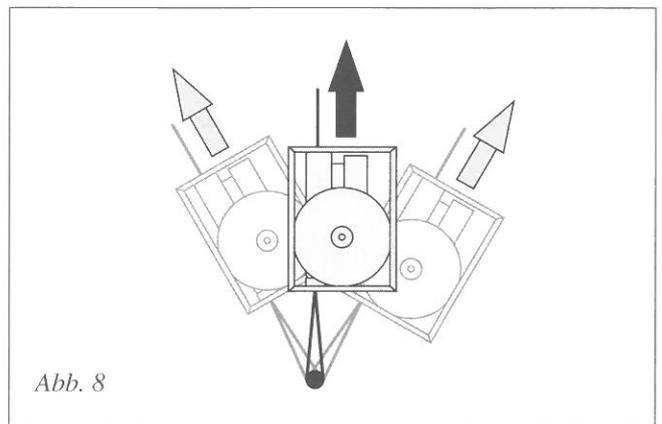

Abb. 8
- Die „Mobile TIRAK®-Winde“ muß sich **in Zugrichtung ausrichten** können (Abb. 8).